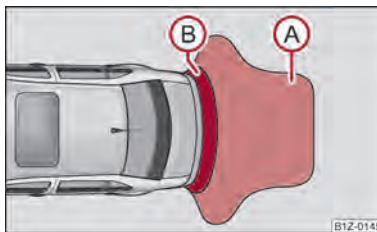
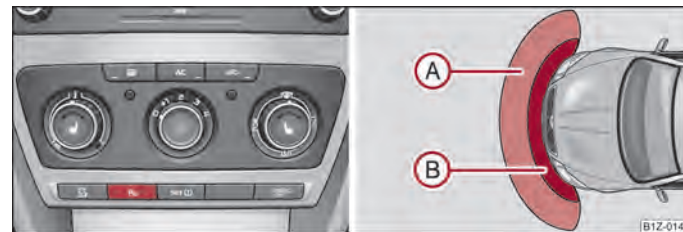

Fig. 102 Aide au stationnement : Zone de perception des capteurs arrière
Fig. 103 Activation de l'aide au stationnement/Zone de perception des capteurs avant
Le conducteur est averti lorsque la distance par rapport à un obstacle est d'environ 160 cm (zone A ⇒ fig. 102). L'intervalle entre les impulsions sonores diminue relativement à cette distance.
Le conducteur est averti d'un obstacle devant le véhicule (zone A ⇒ fig. 103) lorsque l'écart est de 120 cm environ et de 160 cm à l'arrière du véhicule (zone A ⇒ fig. 102). L'intervalle entre les impulsions sonores diminue relativement à cette distance.
Le contact étant mis, l'aide au stationnement est activée lors de l'enclenchement de la **marche AR** ou en appuyant sur la touche $\Rightarrow$ fig. 103 - à gauche, le symbole P_{A} s'allume dans la touche. L'activation est confirmée par un son de brève durée.
L'aide au stationnement peut être désactivée après avoir appuyé sur la touche P_{A} $\Rightarrow$ fig. 103 - à gauche ou si la vitesse dépasse 10 km/h - le symbole P_{A} s'éteint dans la touche.
- Il y a un dysfonctionnement si un son retentit durant 3 secondes environ après l'activation du système alors qu'il n'y a aucun obstacle à proximité du véhicule. Le dysfonctionnement est également signalé par le clignotement du symbole P_{A} dans la touche $\Rightarrow$ fig. 103 - à gauche. Faites supprimer le défaut par un concessionnaire.